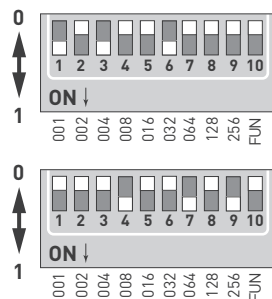

Рис. 2. DIP-переключатели
3.7. Установите DMX-адрес декодера при помощи DIP-переключателей, расположенных на корпусе декодера (см. рис. 2). Каждый декодер использует 1 DMX-адрес. Адрес равен сумме чисел, соответствующих включенным DIP-переключателям 1-9. Максимальным значением адреса является 511.
Пример 1. Требуется установить DMX-адрес 37. Для этого нужно перевести переключатели 1, 3 и 6 в положение ON, как показано на рис. 2. Этим переключателям соответствуют числа 001, 004 и 032, сумма $1+4+32=37$.
Пример 2. Требуется установить DMX-адрес 328. Для этого нужно перевести переключатели 4, 7 и 9 в положение ON, как показано на рис. 2. Этим переключателям соответствуют числа 008, 064 и 256, сумма $8+64+256=328$.